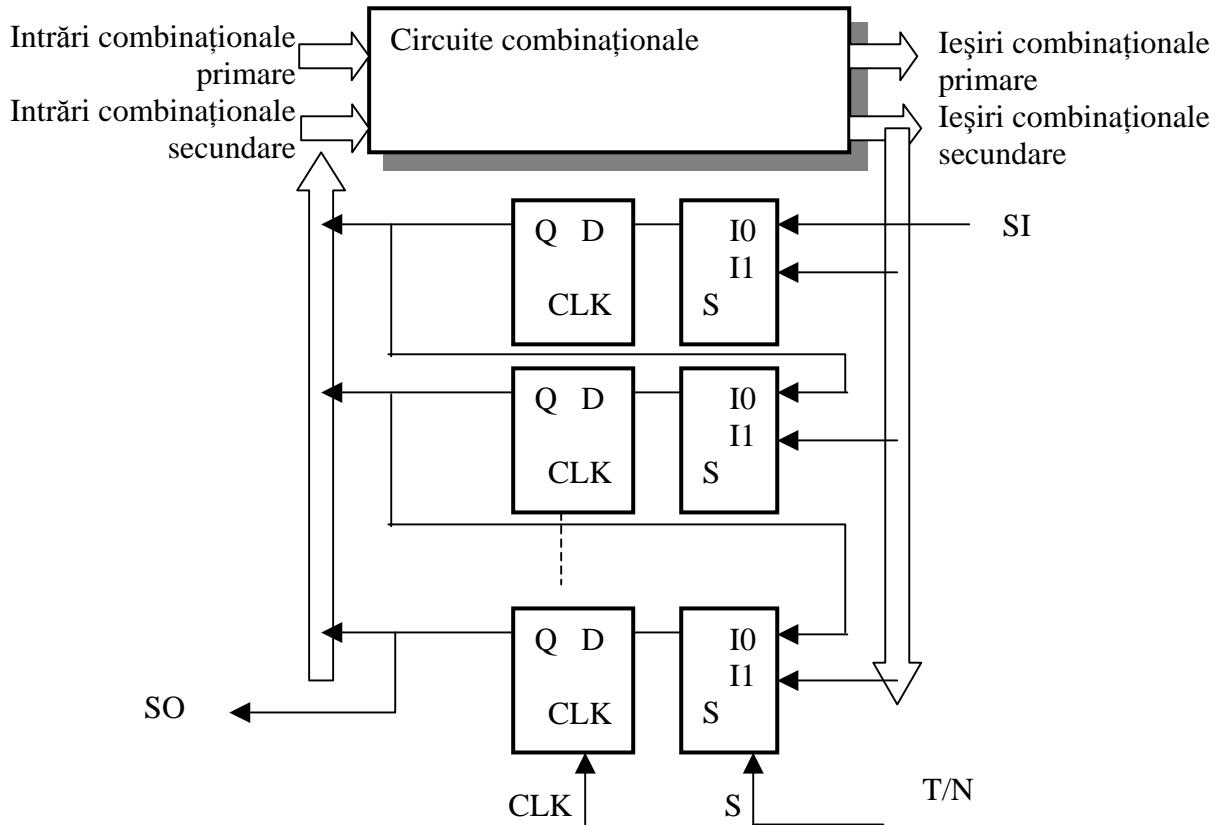

Figura 9.10: Structura SCAN multiplexată
Pe baza acestei redesenări se poate introduce noțiunea de structură SCAN multiplexată – MDSD Multiplexed Data Scan Design în care se adaugă un MUX pentru fiecare bistabil existent, figura 9.10. Dacă intrarea de selecție S a multiplexoarelor validează calea I1 -D atunci circuitul funcționează normal (N) iar dacă validează calea I0 -D atunci se validează modul de test (T).